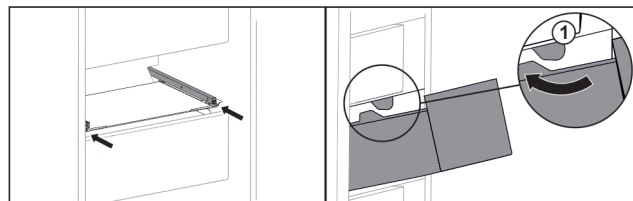

Fig. 100
- ▶ Ved'te zásuvku podél zarážek Fig. 100 (1).